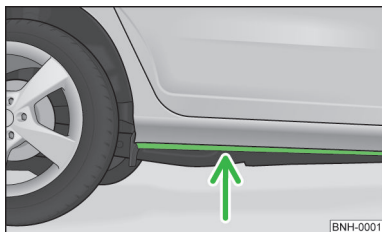

Fig. 94
- Determinar la profundidad del agua antes de un vadeo. El nivel del agua debe llegar como máximo al alma del larguero inferior » fig. 94;